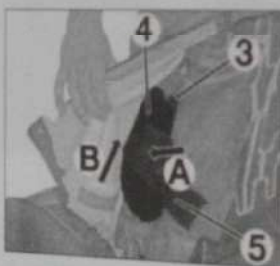

Fig. 8
- Débrancher le connecteur (3) (Fig. 8).
- Dégager le module (4) de la lanière (5) suivant les flèches (A) puis (B).
- Déposer le module d'airbag (4).